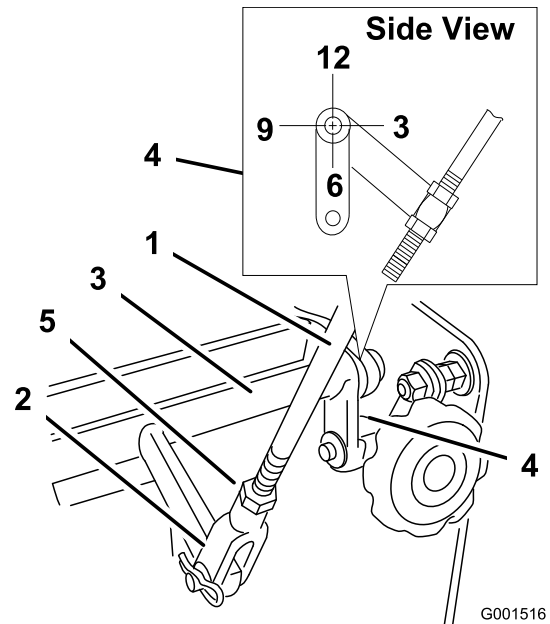

Figura 35
4. Compruebe la orientación de las barras laterales situadas en los extremos de la barra de control de velocidad. Estas barras deben estar orientadas hacia abajo en la posición de las 6 aproximadamente (Figura 35).
5. Ajuste la horquilla enroscada del extremo del acoplamiento de control de velocidad hasta que las barras estén en la posición de las 6 (Figura 35).